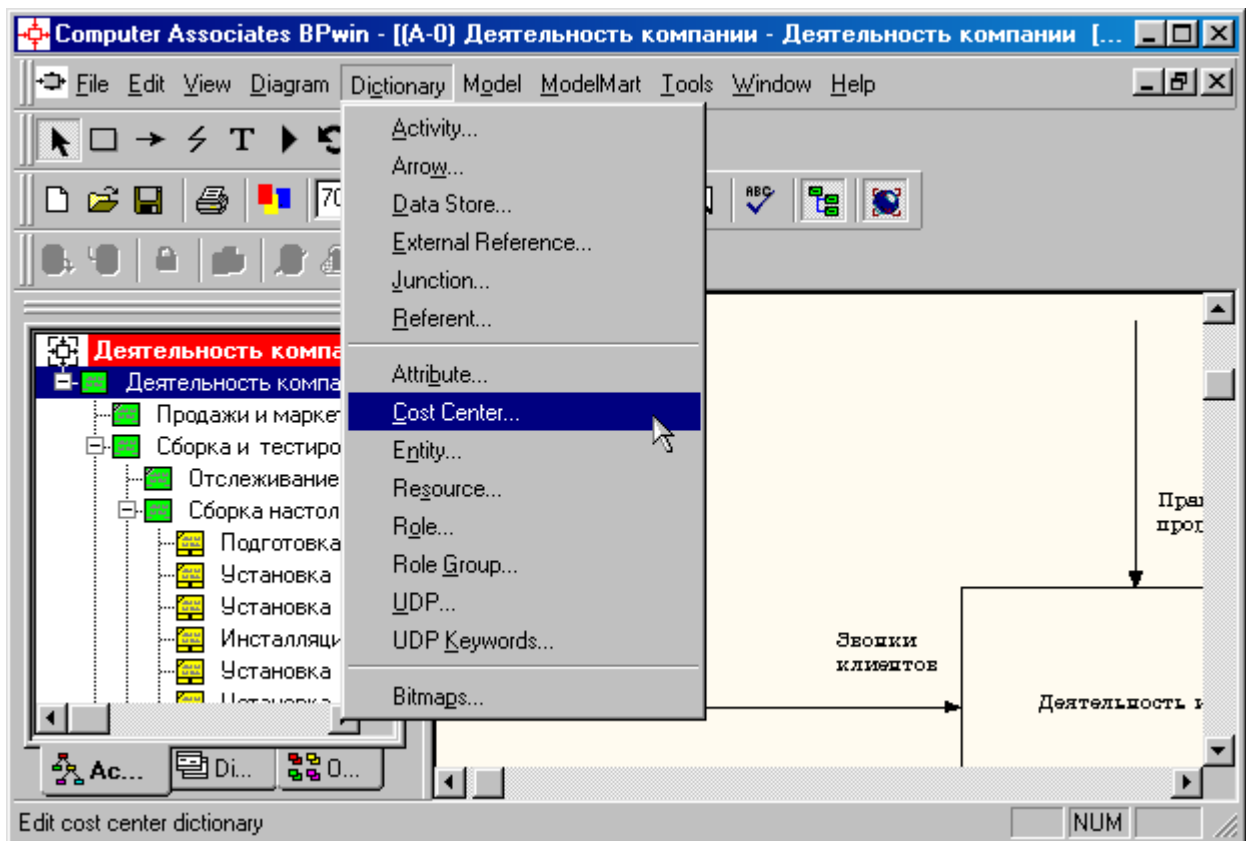
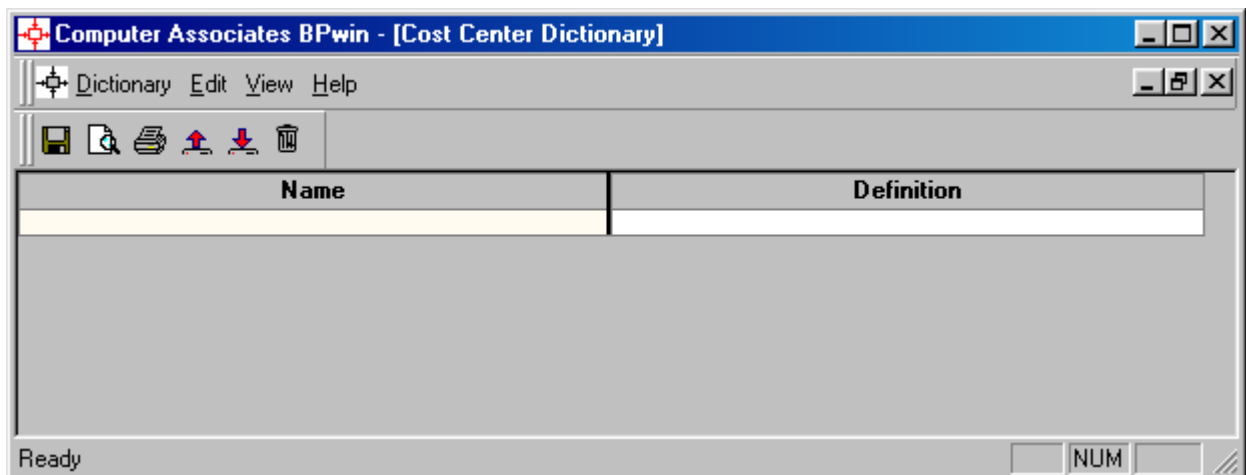

Рисунок 8.2- Выбор меню Dictionary/Cost Center
Рисунок 8.3 – Незаполненное окно Cost Center Dictionary
- 2 Перейдите в меню **Dictionary/Cost Center** (Словарь/Центр Затрат) (рисунок 8.2) и в окне **Cost Center Dictionary** (Словарь Центра Затрат) (рисунок 8.3) внесите название и определение центров затрат (таблица 8.1). Вид окна **Cost Center Dictionary** после внесения название и определение центров затрат представлен на рисунке 8.4 (обратите внимание на то, что центры затрат упорядочились по алфавиту).